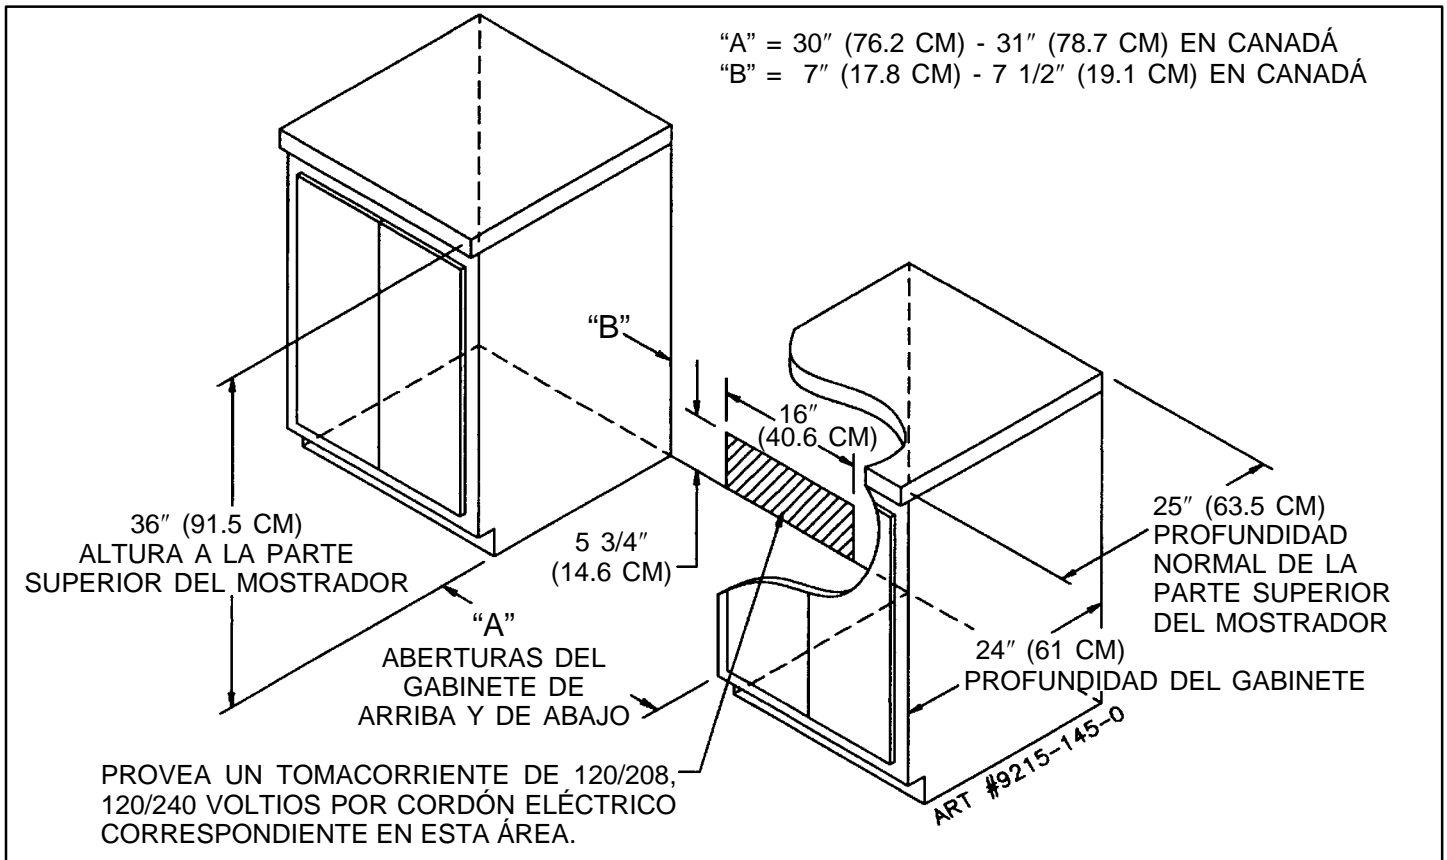

FIGURA 2
- En una ferretería pueden obtenerse los tornillos adecuados para las construcciones de concreto. Taladre un agujero del tamaño necesario para los tornillos obtenidos, en el concreto en el centro de los orificios que se identifican en la figura 2 como "ORIFICIOS PARA EL PISO". Asegure el soporte al piso. Continúe con el PASO 3.
Este modelo se embarcó directamente de fábrica con el cordón de servicio (cable flexible de conexión). No es necesario hacer ninguna conexión en la estufa. Sencillamente conéctela en el tomacorriente de la estufa. Vea la figura 2 en la página 9 para saber la ubicación del tomacorriente.